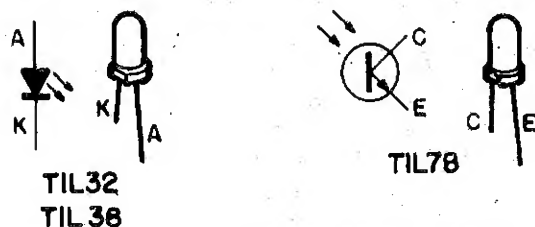

Fig. 4
- FIG. 4 - OS COMPONENTES DO MÓDULO OPTO-SENSOR - Os LEDs infra-vermelhos TIL32 ou TIL38 (qualquer dos dois pode ser utilizado no circuito...) e o foto-transistor TIL78 são, externamente, muito parecidos. Assim é bom ter cuidado para não "misturar as estações" no momento de identificar e ligar tais peças... A figura mostra, em aparência, símbolo e codificação de terminais, esses componentes importantes do módulo opto-sensor do ANARO...